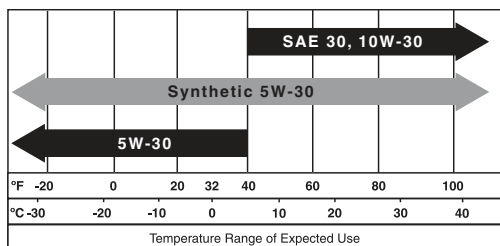

FIGURE 22 : Valeurs de viscosité recommandées
Nous conseillons une huile de viscosité SAE 10W-30 pour l'exploitation à température normale. Reportez-vous à la Figure 22 pour les valeurs de viscosité recommandées. Vous pouvez utiliser les valeurs de viscosité illustrées sur le tableau si la température moyenne de votre région concorde avec la plage présentée.
- De l'huile à moteur neuve (indice SAE selon Figure 22)
13. Versez lentement l'huile neuve (fraîche) dans l'orifice de remplissage. (Voir la Figure 22 pour les valeurs de viscosité recommandées.) Évitez le trop plein